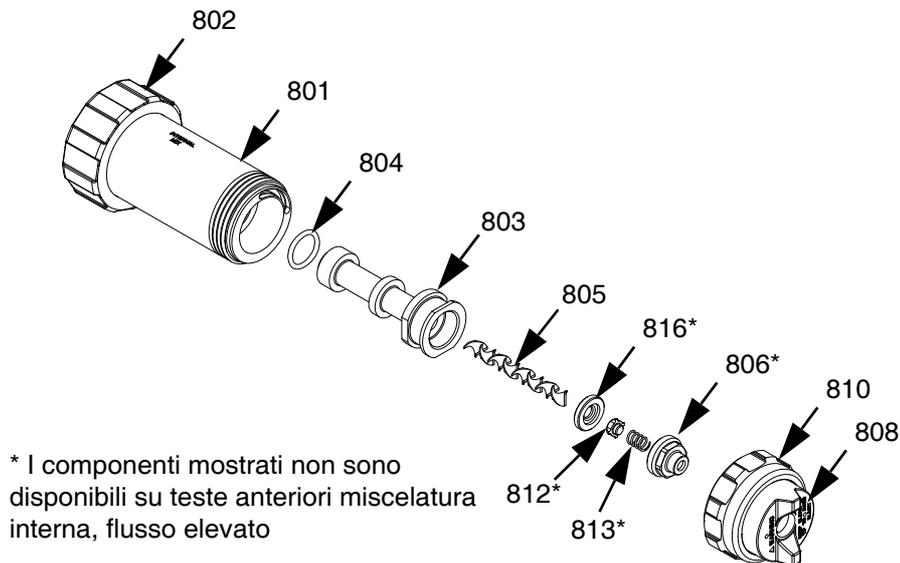

FIG. 17
2. Rimuovere l'anello di sicurezza (810) e il gruppo del cappello di polverizzazione (808) dalla testa (801).
3. Rimuovere il gruppo diffusore (803).
4. Utilizzare due chiavi sulle sezioni piatte del diffusore e sul cappuccio (806) per rimuovere il cappuccio. La molla (813) e la valvola di ritegno (812) cadranno alla rimozione del cappuccio.
5. Utilizzare una piccola chiave esagonale nel foro disponibile sulla parte posteriore del diffusore per premere sull'elemento di miscelatura (805) ed estrarre la sede della valvola di ritegno (816).
6. Installare il nuovo elemento di miscelatura nel diffusore (803).
7. Installare la sede della valvola di ritegno (816) nel diffusore. Vedere la FIG. 17 per l'orientamento della sede.